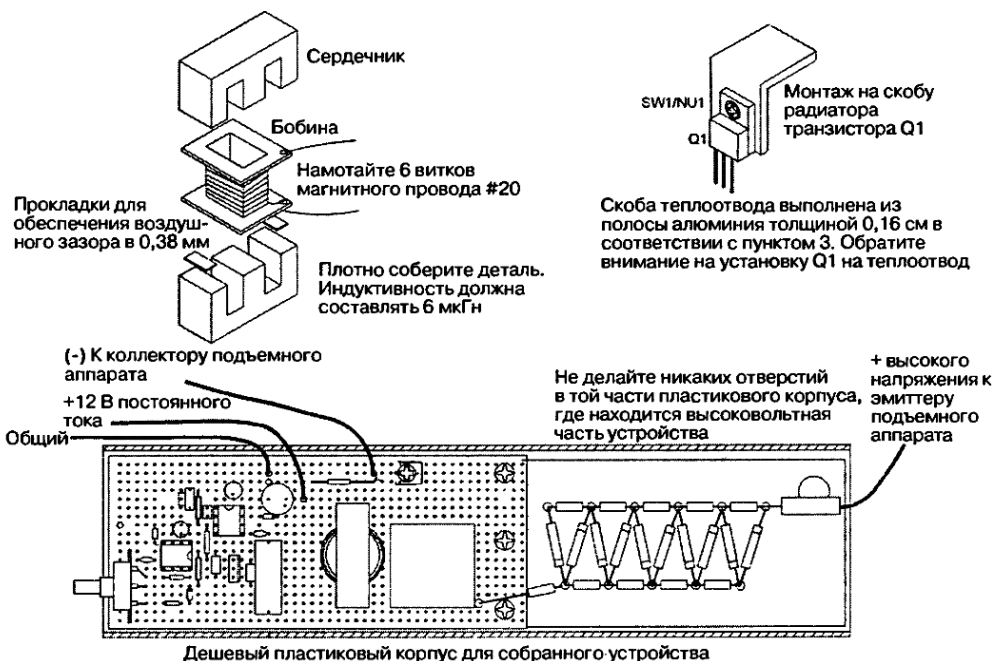

Рис. 1.4. Вид для сбора токовой катушки индуктивности и скобы теплоотвода Q1
| HSINK | | Алюминиевая пластинка теплоотвода транзистора Q1 с габаритами 3,75×2,5 см и толщиной 1,6 см, должна быть изготовлена по рис. 1.4 | |
3. Изготовьте металлический теплоотвод для транзистора Q1 в виде скобы из пластины алюминия размером 3,8×1,9 см (1,5×0,75 дюйма), как показано на рис. 1.4.
4. Соберите катушку индуктивности L1 (см. рис. 1.4).